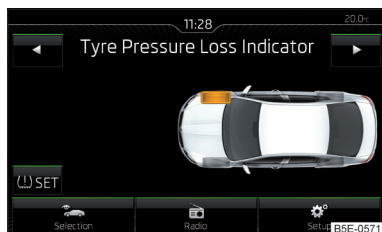

Fig. 176
- Acționați tasta funcțională acționați **SET** » **fig. 176.**
Când lampa de control luminează în panoul de bord, pe Infotainment se poate afișa anvelopa afectată » **fig. 176.**